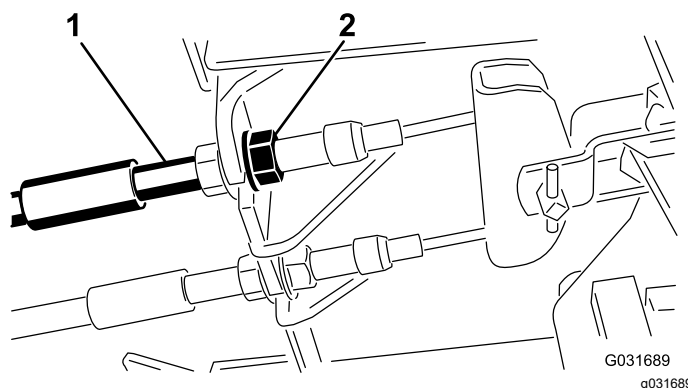

Figura 88
1. Para reduzir a folga dos pedais dos travões, aperte os travões desapertando a porca dianteira que se encontra na extremidade roscada do cabo dos travões (Figura 88).